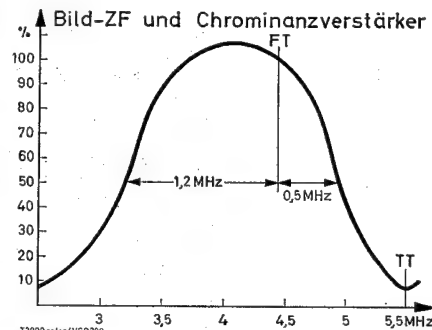

Abb. 52
- Die Durchlaßkurve soll Abb. 52 entsprechen. Die Halbwerte liegen bei 3,2 bzw. 4,95 MHz. Das Dach soll gerade oder leicht gewölbt sein.
Fi. X L 261 und L 262 so korrigieren, daß die Durchlaßkurve der Abb. 52 entspricht.